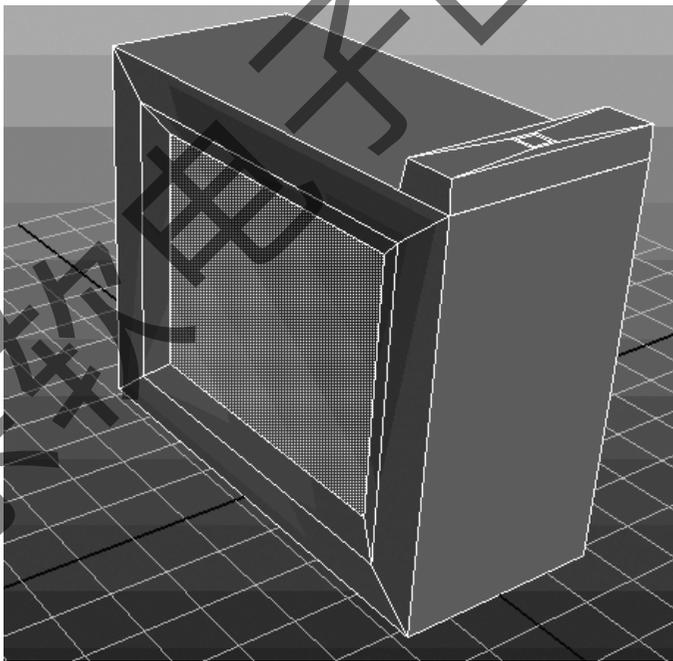

图 4-45 挤出面并调整
Step 4: 进入面编辑状态, 选择机箱左侧面, 然后在菜单栏中依次选择 Edit Mesh → Extrude 命令, 挤出面并使用操纵手柄缩放面, 然后按 G 键重复上次的操作再挤出一个面并调整, 使其形成侧面凹陷的效果, 如图 4-45 所示。